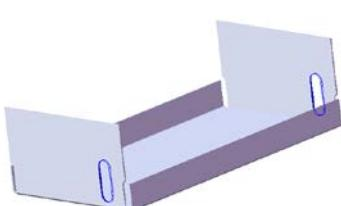
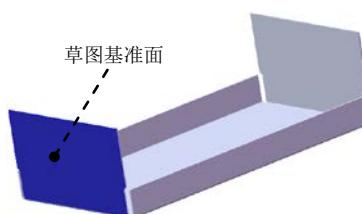

图 11.3.23 切除一拉伸 2
图 11.3.24 草图基准面
Step8. 创建图 11.3.23 所示的切除一拉伸 2。
- (1) 选择命令。选择下拉菜单 **插入(I)** → **切除(C)** → **拉伸(E)...** 命令。
- (2) 定义特征的横断面草图。
- ① 定义草图基准面。选取图 11.3.24 所示的表面作为草图基准面。